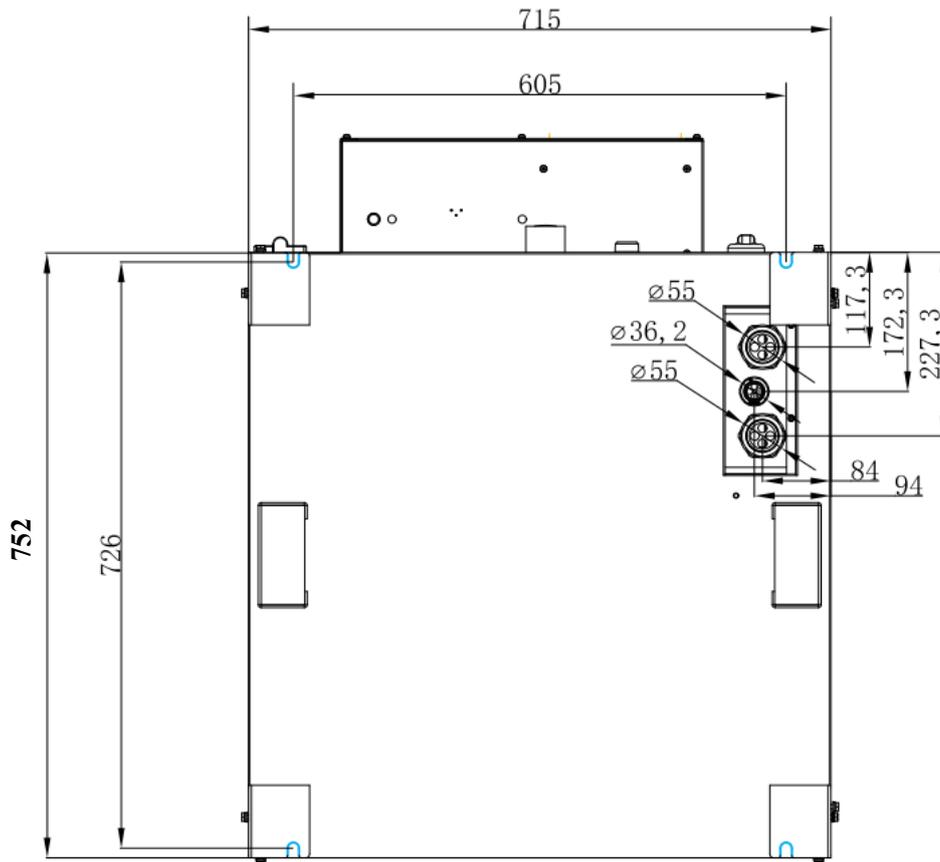

Abbildung 3.2.6 Anordnung der Einbauschlitze unter dem Schrank
Die Montageschlitze an der Unterseite des Schrankes sind wie folgt (Abbildung 3.2.6).
(1) Beziehen Sie sich auf Abb. 3.2.6, um die Position der Befestigungslöcher für den Sockel am Zementfundament zu markieren, und verwenden Sie dann einen Schlagbohrer, um die Löcher zu bohren. Der Durchmesser des Lochs sollte 14 mm und die Tiefe 80 mm betragen.
(2) Nehmen Sie die Expansionsschrauben (5099000031331) 4 Stück, schlagen Sie sie mit dem Gummihammer in die vier Löcher, und das Expansionsrohr sollte ganz in das Loch stecken.
(3) Entfernen Sie die Sechskantmutter, Federscheiben und Unterlegscheiben und legen Sie sie beiseite, um die Installation des Schrankes vorzubereiten.